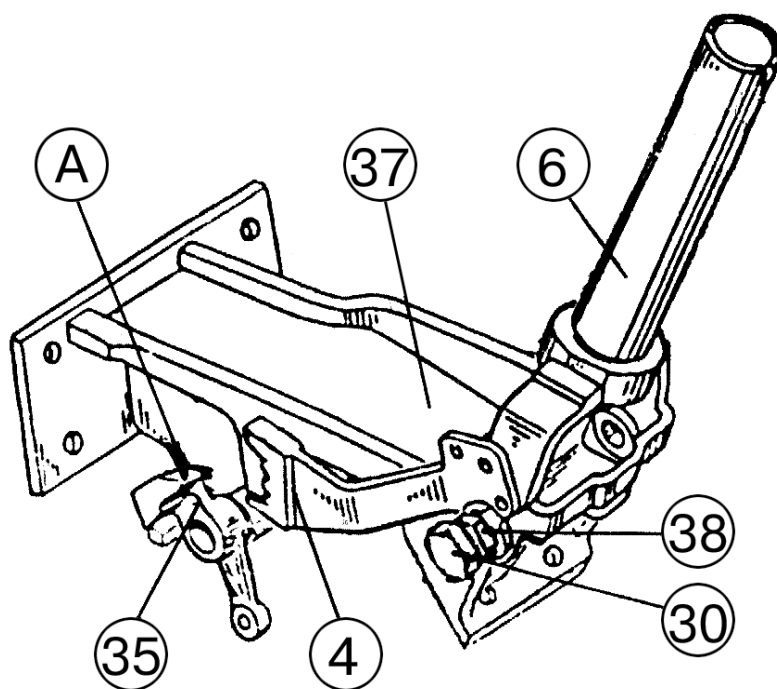

Рис.6.15
6) соедините вилку трубы (6), (рисунок 6.15), с кронштейном (37), выполнив следующие операции:
6.1) совместите оси отверстий вилки трубы (6), (рисунок 6.15), и кронштейна (37), при этом шип «А» фиксатора (35) должен войти во впадину зубьев сектора (4);